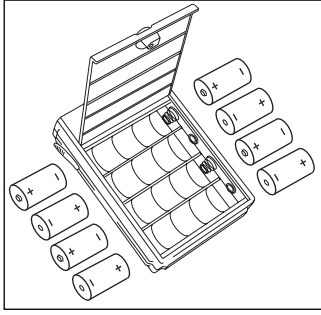

Fig. 3
3. Levez le couvercle et placez 8 piles en les orientant convenablement, tel qu'indiqué dans le logement. Veillez à ce que toutes soient correctement insérées. (Fig. 3)